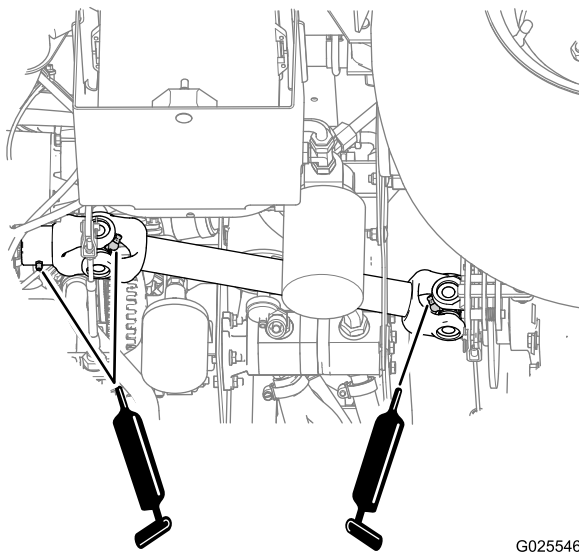

図 51
- 駆動シャフトのUジョイント (2ヶ所); 図 51を参照
- スライディングヨーク (1ヶ所); 図 51を参照